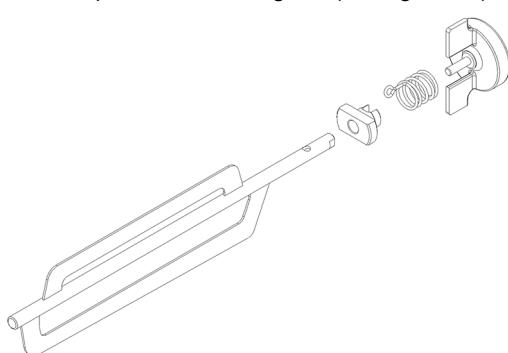

figure 28
- 6** Si il est présent, assembler l'agitateur magnétique et la roue comme représenté sur la figure. (voir figure 28)